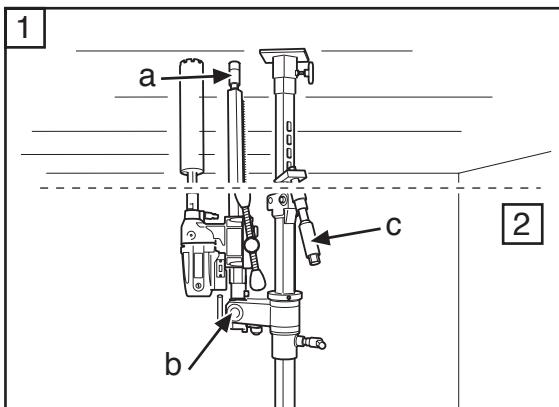

Fig. 13
3. Verifique se o parafuso de escora (a) na coluna de perfuração está na posição enroscada. Levante a coluna de perfuração e bloquie-a na vertical com a porca de 30 mm (b) (Fig. 13).
3. Check that the support column screw (a) in the drill column is screwed in. Fold up and lock the drill column in the vertical position with the 30 mm nut (b) (Fig.13).
5. Enrosque o parafuso de escora contra o tecto para fixar a coluna de perfuração em posição, e fixe-a com a porca de segurança de 30 mm (a) (Fig. 13). Use um calço de madeira ou similar como separador.
5. Screw in the support column screw against the ceiling to secure the drill column in position, secure with the locking nut 30 mm (a) (Fig.13). Use a wooden batten or the like as packing.